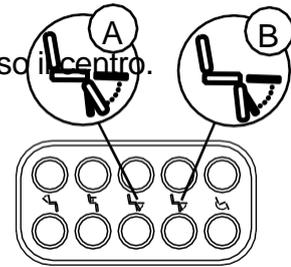

Fig. 5.26. Pulsanti per la regolazione del poggiatesta.
Pulsanti sopra e sotto il simbolo per la regolazione della lunghezza dei poggiatesta (A) e sopra e sotto il simbolo per la regolazione della lunghezza e dell'angolo dei poggiatesta (B), vedi Fig. 5.26.